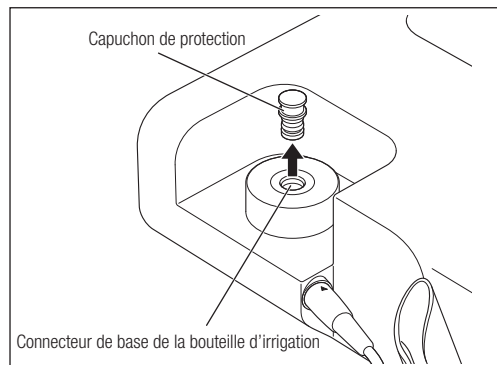

Fig. 12
- 1) Retirez le capuchon de protection du connecteur de base de la bouteille d'irrigation (Fig. 12).